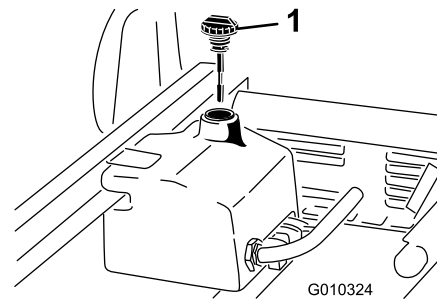

Bild 19
1. Reinigen Sie den Bereich um den Einfüllstutzen und den Deckel des Hydraulikbehälters (Bild 19). Drehen Sie den Deckel vom Einfüllstutzen ab.
2. Entfernen Sie den Peilstab (Bild 19) aus dem Einfüllstutzen und wischen ihn mit einem sauberen Lappen ab. Stecken Sie den Peilstab in den Einfüllstutzen und ziehen ihn dann heraus, um den Ölstand zu prüfen. Der Ölstand sollte sich zwischen den beiden Marken am Peilstab befinden.